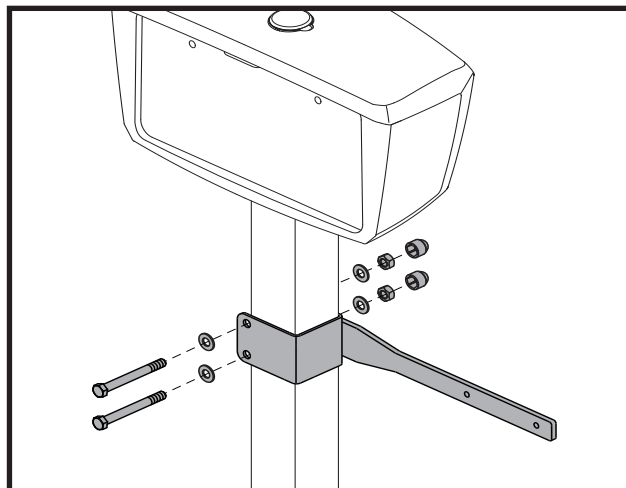

Figure 8. Support accessoire
2. Fixez-le au moyen du matériel fourni. **Voir la figure 8.**